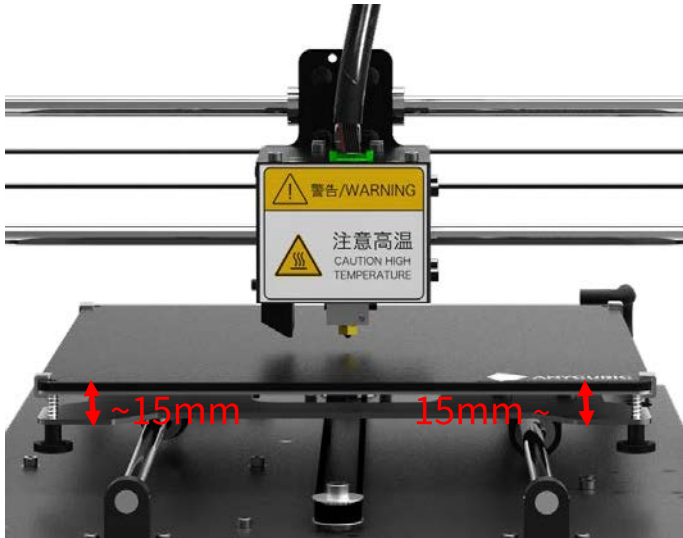

图 15
1. 从主界面点击：工具→移动轴→10 +Z，使Z轴上升10mm，然后手动调节平台底下4颗可调螺母，使得平台各处与平台支撑板之间距离约为15mm，如图15所示。